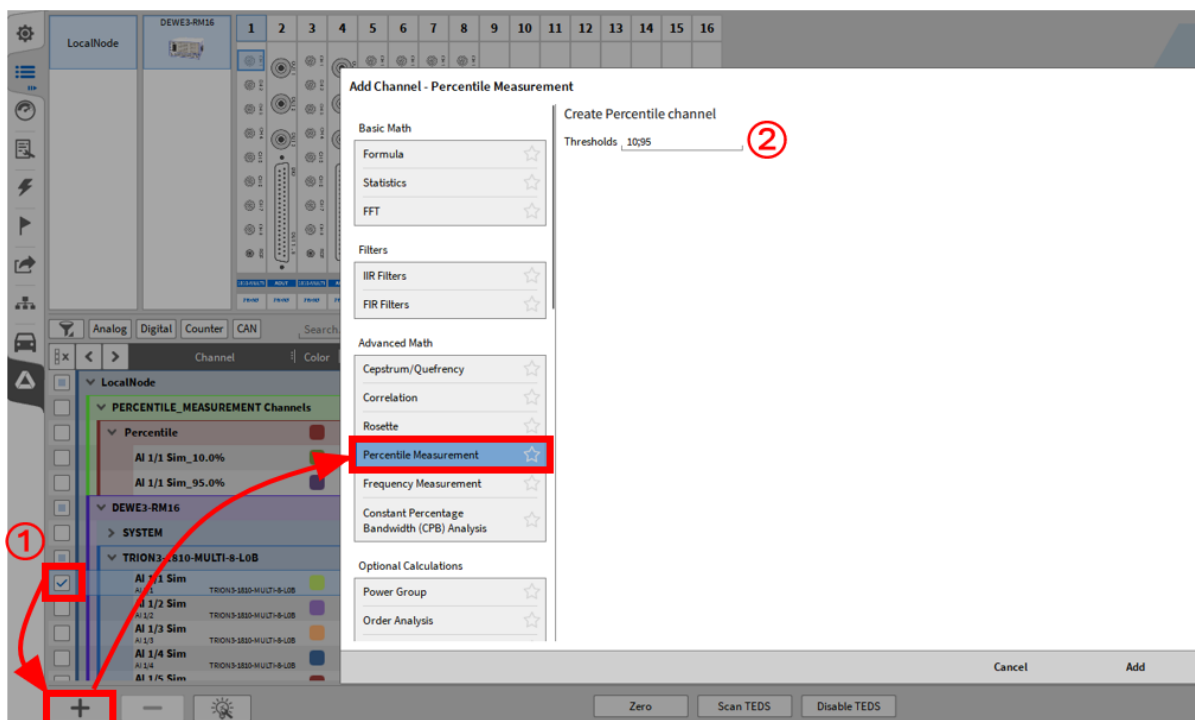
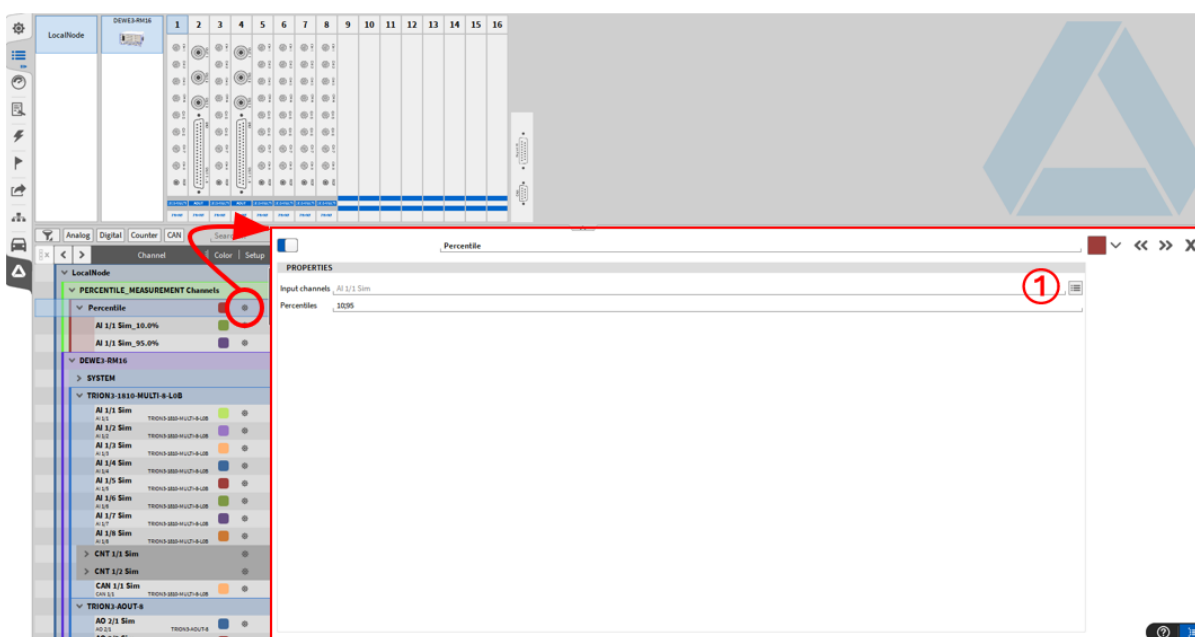

Abb. 7.120: Hinzufügen einer Perzentilen Messung
Abb. 7.121: Nachträgliche Änderungen der Perzentilen Messung
Um einen oder mehrere Kanäle für eine Perzentile Messung zu erstellen, klicken Sie auf den + Button im unteren linken Eck der Kanalliste. Ein Pop-up Fenster erscheint, wobei die Perzentile Messung in der Liste ausgewählt werden muss (siehe Abb. 7.120). Es müssen ein oder auch mehrere Kanäle in der Kanalliste ausgewählt werden bevor auf den + Button geklickt wird (siehe ① in Abb. 7.120). Es ist auch möglich im Nachhinein Kanäle für die Messung hinzuzufügen (Siehe ① in Abb. 7.121). Sie können 1 oder mehrere Schwellwerte in % angeben. Bei der Auswahl mehrerer Schwellwerte müssen die einzelnen Werte durch „;“ getrennt werden (Siehe ② in Abb. 7.120).
Nach dem Klicken des Hinzufügen Buttons erscheint ein neuer Abschnitt in der Kanalliste namens PERCENTILE MEASUREMENT Channels. Um die Einstellungen im Nachhinein zu verändern bzw. Kanäle oder Schwellwerte hinzuzufügen, muss auf das kleine Zahnrad geklickt werden (siehe Abb. 7.121).